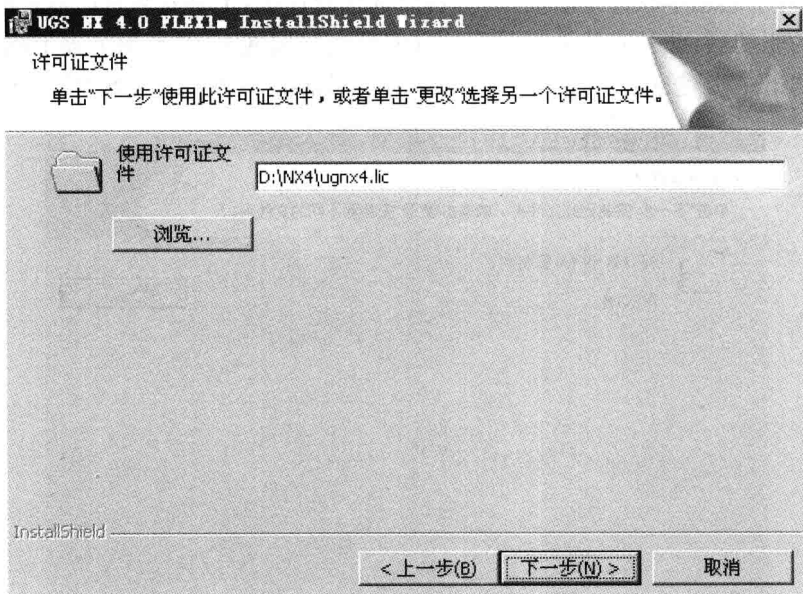

图 1.2.9 选择许可证文件
(5) 单击“下一步”按钮,系统会要求选择 lic 文件,单击“浏览”按钮,如图 1.2.9 所示,选择刚才复制到硬盘并修改好的许可证文件。